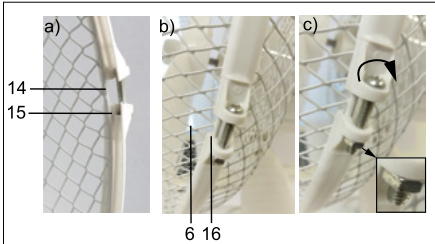

Fig.5: Montage vorderes Schutzgitter
11. Ziehen Sie den so entstandenen Ring auf den Rand des hinteren Schutzgitters (14).
Der Rand des Schutzgitters muss dabei in der hinteren Rille (15) des Fixierbandes liegen. Abb. 5 a).
13. Drehen Sie die Kreuzschlitzschraube mit einem Kreuzschlitzschraubendreher im Uhrzeigersinn weiter zu. Abb. 5 c).